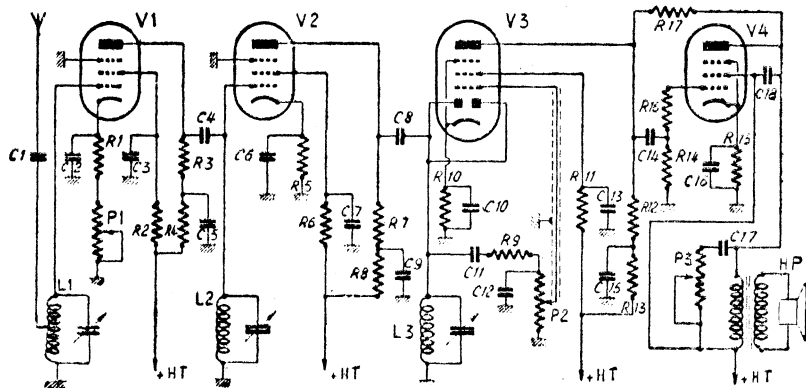

Figure XXX-1
D) Récepteur à amplification directe (fig. XXX-1).